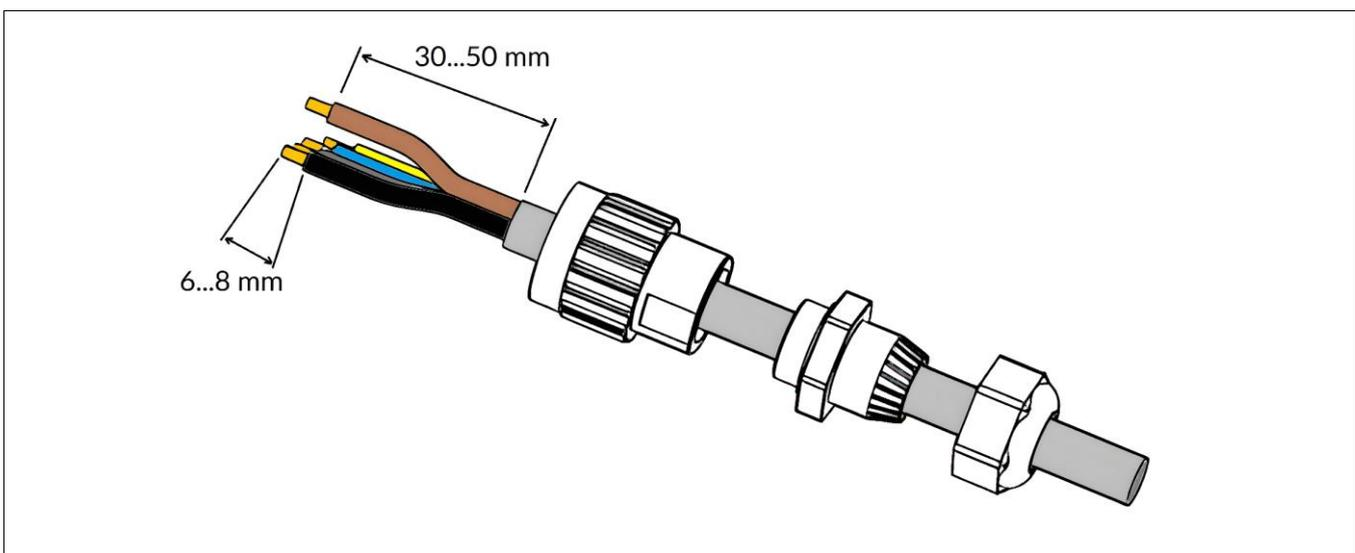

Abbildung 14: Kabel-Vorbereitung AC-Stecker
- Entfernen Sie die Isolierung des AC-Ausgangskabels gemäß Abbildung 14